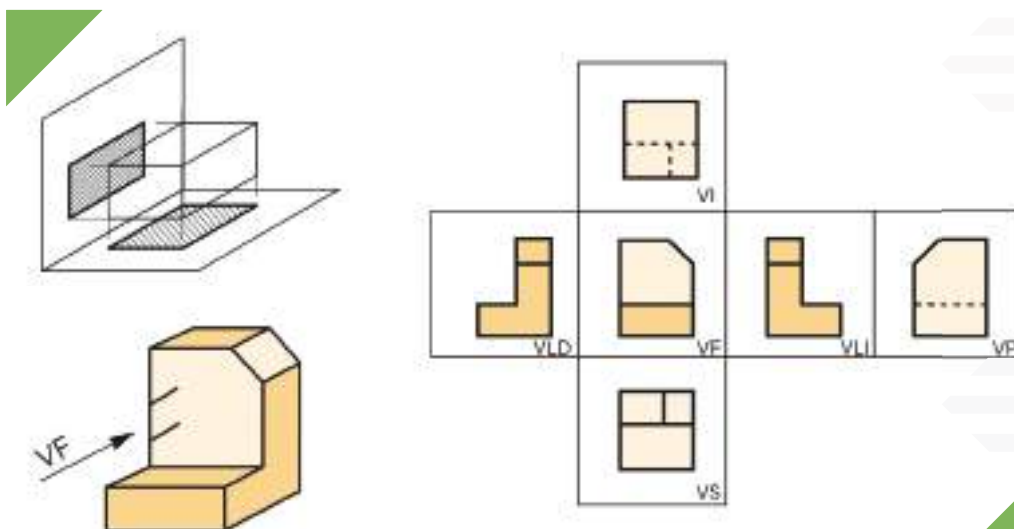

Fig. 4.13
**Sistema Europeo (E).** Al sistema Europeo se le conoce también como del Primer Diedro, por utilizar el primer cuadrante como base de sus proyecciones. En este caso, al ángulo diedro se le considera opaco, a manera de pantalla sobre la que se proyectan, como sombras, las imágenes del objeto que es visto directamente por el observador. Esto hace que el sistema europeo establezca una disposición distinta para las vistas que el Sistema Americano [Fig. 4.13].